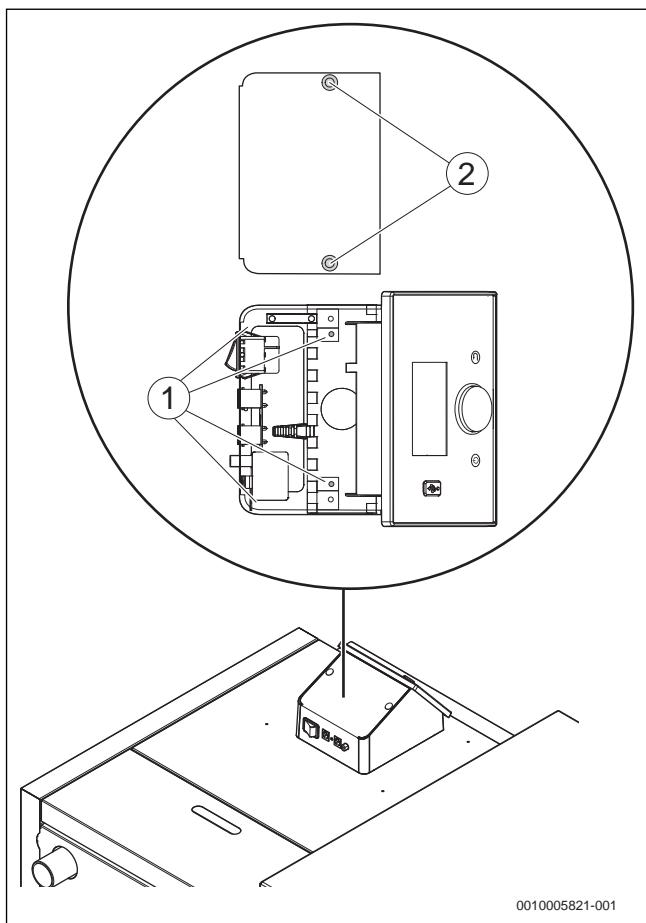

Рис. 30 Монтаж системы управления
- Снимите крышку системы управления (→ рис. 30).
- Установите систему управления на крышку котла и закрепите винтами (→рис. 30, [1]).
- Установите крышку системы управления после подключения всех проводов на систему управления и закрепите винтами (→рис. 30, [2]).